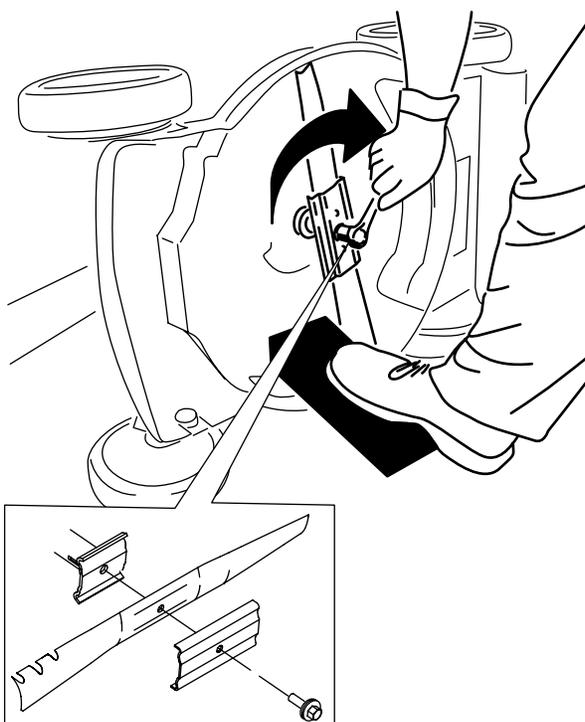

Figura 25
4. Instale lâmina nova e todo o equipamento de montagem (Figura 25).